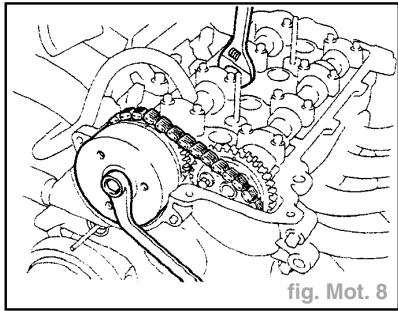

fig. Mot. 8
- Maintenir la portion hexagonale de l'arbre à cames à l'aide d'une clé, et déposer le boulon et l'ensemble de commande de distribution de soupapes avec la chaîne (fig. Mot. 8).